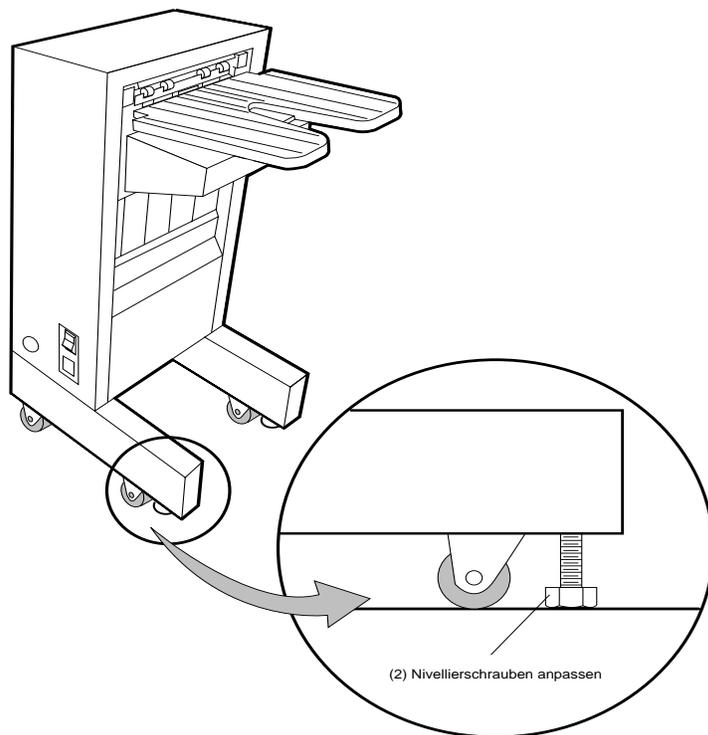

Abbildung 4-22 Nivellierschrauben herausdrehen
9. Drehen Sie die vier Nivellierschrauben heraus (siehe Abbildung 4-22).